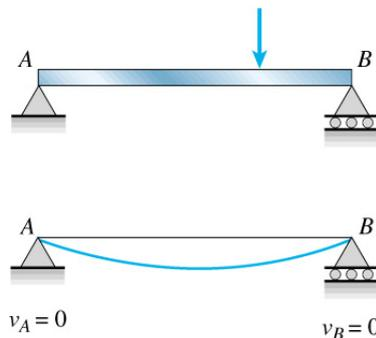
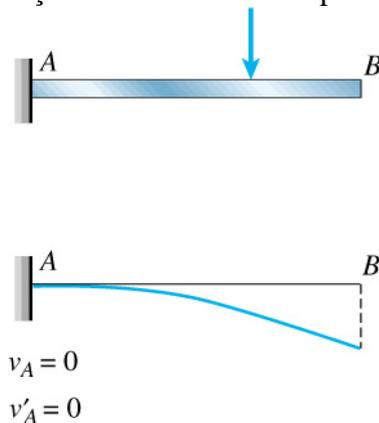

Figura 5 - Condições de contorno em apoio simples. (Gere, 2003)
Figura 6 – Condições de contorno no engaste (Apoio fixo)
**Condições de contorno:** relativas às inclinações e deflexões nos apoios das vigas, como exemplifica a Figura 5 e a Figura 6.